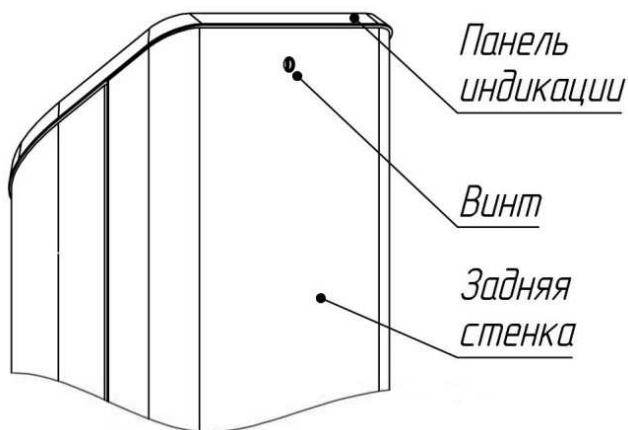

Рис. 4.
5.1. Снимите декоративную заглушку и открутите винт М4 на задней стенке картоприемника (рис. 4).